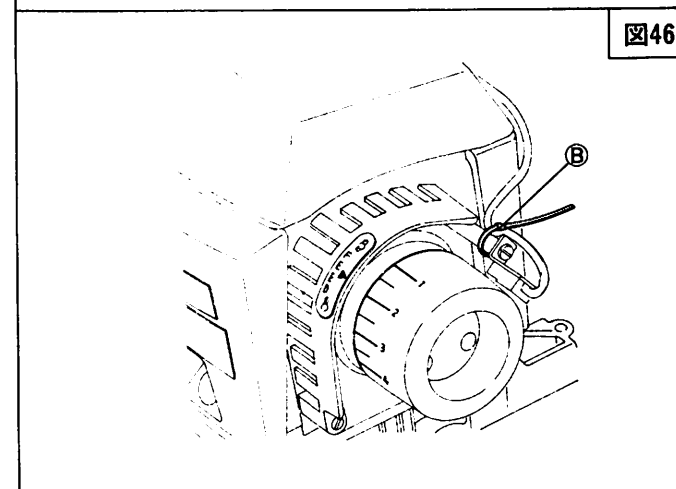

図46
- コードがプーリー等と接触しないように、コントローラーに同梱している束線バンドで、図46⑮のように止める。